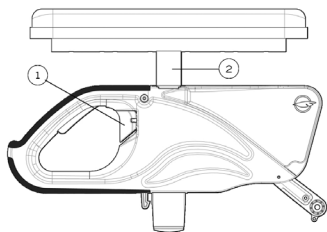

Abb. 15
- Drücken Sie den Hebel (1) nach rechts oder links, sodass die Armlehne entriegelt wird (Abb. 15).
- Ziehen Sie die Armauflage (2) in die gewünschte Höhe.